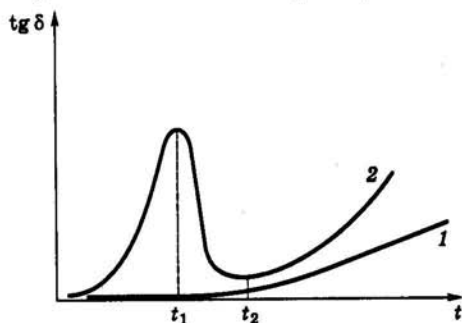

Рис. 1.3. Зависимости тангенса угла диэлектрических потерь полярного и неполярного диэлектриков от температуры
1.43. Определите, какая из зависимостей на рис. 1.3 (1 или 2) соответствует полярному диэлектрику, а какая — неполярному.